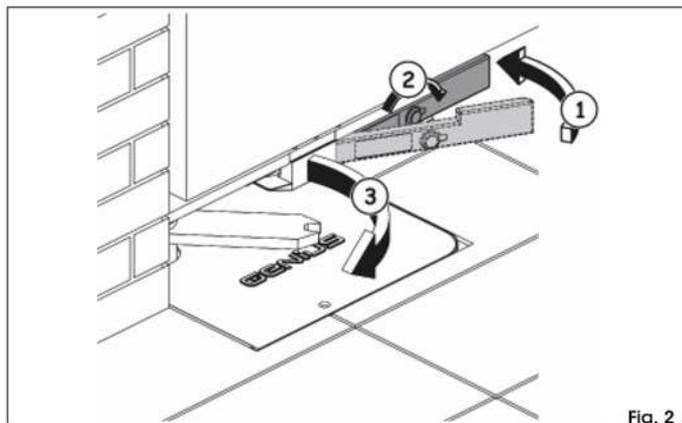

Fig. 2
- Colocar la palanca nuevamente en su posición de reposo (Fig. 2 ref. ①)
- Introducir la llave de desbloqueo en la cerradura y girarla hasta el tope en la dirección opuesta a la columna (Fig. 2 ref. ②)
- Mover manualmente la cancela hasta que la cerradura se enganche en la barra de bloqueo (Fig. 2 ref. ③)